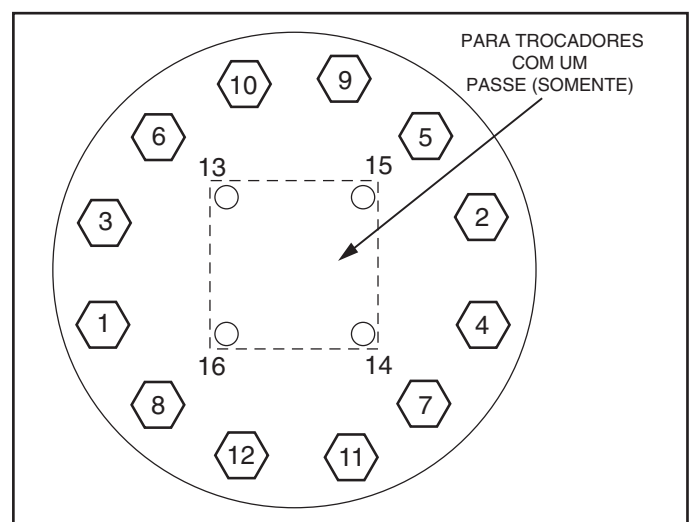

Figura 38 - Sequência de Aperto Recomendada dos Parafusos do Cabeçote do Evaporador
2. A sequência de aperto dos parafusos é descrita na Figura 38. Siga a numeração ou sequência de letras de modo que a pressão seja aplicada uniformemente ao O-ring.
Um suporte metálico estampado e parafusado nos apoios da plataforma do ventilador suporta cada conjunto de ventilador e motor. Um anteparo e uma grade de arame fornecem proteção contra o giro da hélice. Veja a Figura 38. A extremidade exposta do eixo do motor do ventilador é protegida contra intempéries com graxa. Se o motor precisa ser removido para reparo ou substituição, certifique-se de engraxar novamente o eixo do ventilador e reinstalar a proteção do ventilador. O motor do ventilador possui um ressalto no eixo do motor. Para o desempenho adequado, a hélice deverá estar posicionada de tal forma que fique seguramente assentada neste ressalto. Aperte o parafuso com torque de 20,34 Nm + 2,7 Nm (15 ft lb + 2,0). As sequências de operação dos ventiladores são apresentadas nas figuras a seguir. Consulte também a tabela na sequência para ver a capacidade nominal do compressor.